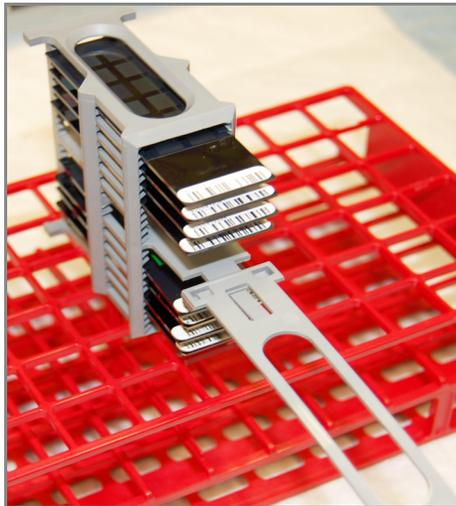

Рис. 71 Правильное расположение штатива для окрашивания
17. Извлеките штатив для окрашивания из емкости одним быстрым и плавным движением и поместите его сразу на подготовленный штатив для пробирок таким образом, чтобы штрихкоды были направлены вверх, а запорные устройства и выступ штатива — вниз (Рис. 71).